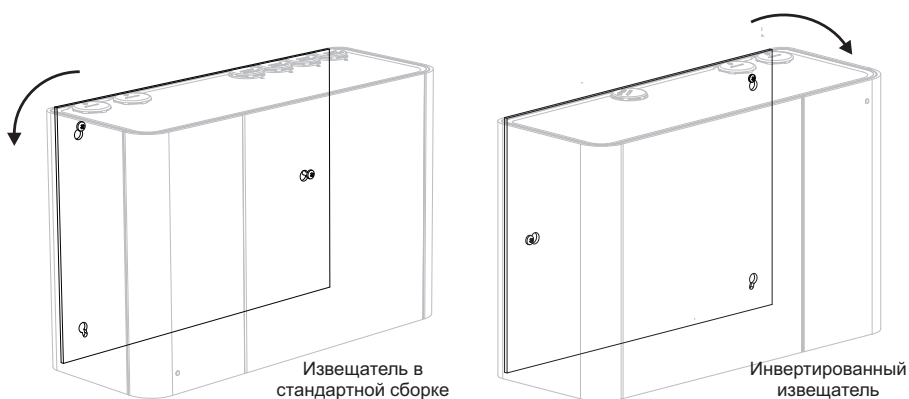

Рис. 4-30: Поверните исвещатель
- Поверните исвещатель против часовой стрелки или по часовой стрелке в случае инвертированного исвещателя, чтобы зафиксировать его на винте (Рис. 4-30).